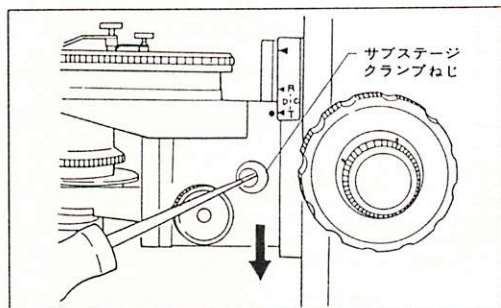

図 27
- 焦準装置のストロークの他に、図27のようにドライバでクランプねじを緩めると、サブステージを検鏡状態より32mm下げることができます。